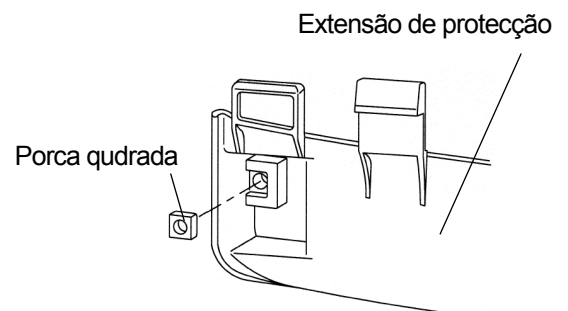

Fig. 2
1. Insira a porca de cabeça quadrada na extensão de protecção como indicado na Fig. 2.
2. Fixe a lâmina de corte de fio à extensão da protecção utilizando os parafusos M5×20, fixando com a porca de cabeça quadrada (na Fig.2) como mostrado na Fig. 3.